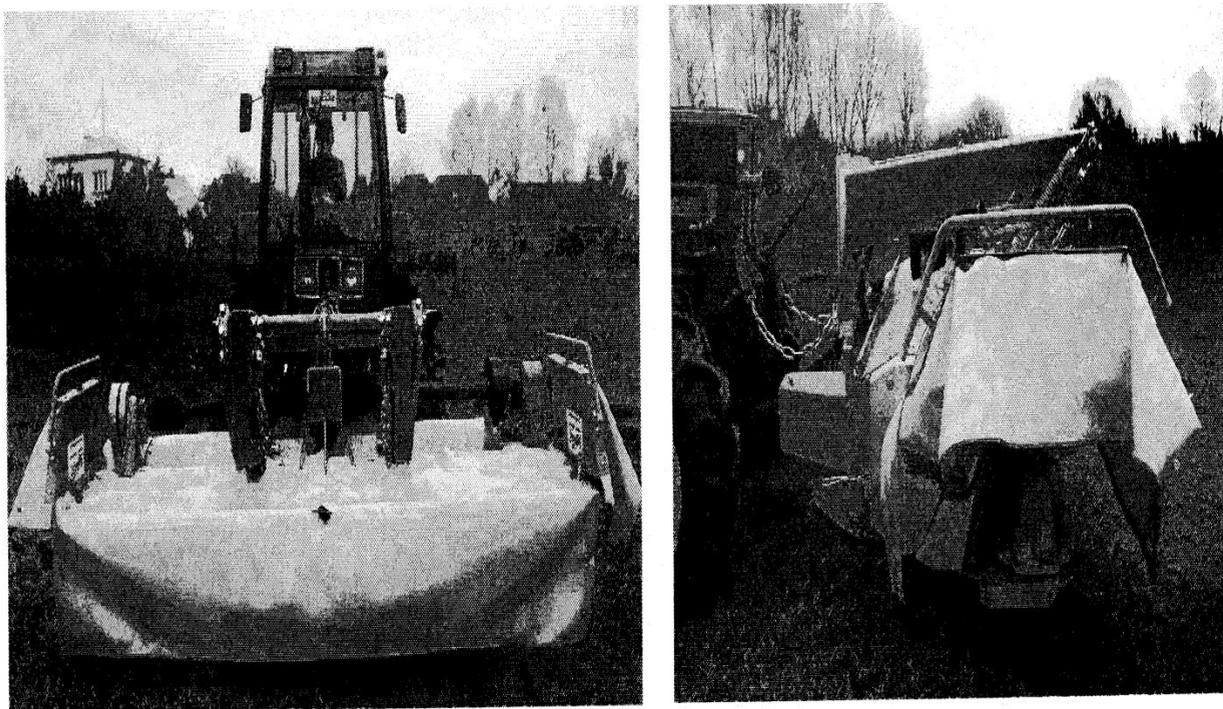

Рис. 18 Транспортное положение косилки
1. Боковые ограждения косилки установить в вертикальное положение (Рис. 18.).